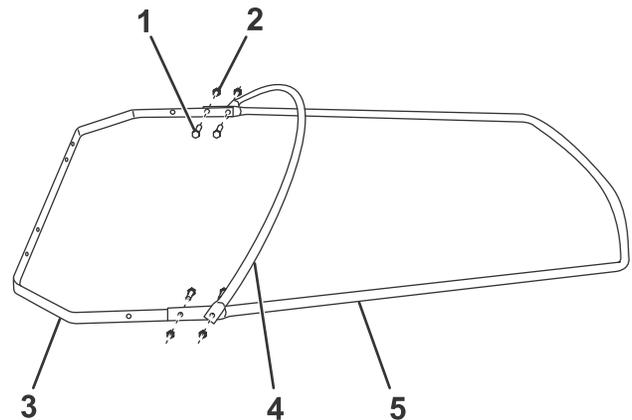

Bild 2
5. Befestigen Sie die äußeren Löcher des vorderen Bügels lose an den zweiten Löchern des hinteren Bügels mit zwei Schrauben ($\frac{1}{4}$ " x $\frac{5}{8}$ ") und Sicherungsmuttern (Bild 2).
6. Befestigen Sie den oberen Bügel lose am vorderen und hinteren Bügel mit zwei Schrauben ($\frac{1}{4}$ " x $\frac{5}{8}$ ") und Sicherungsmuttern (Bild 2).